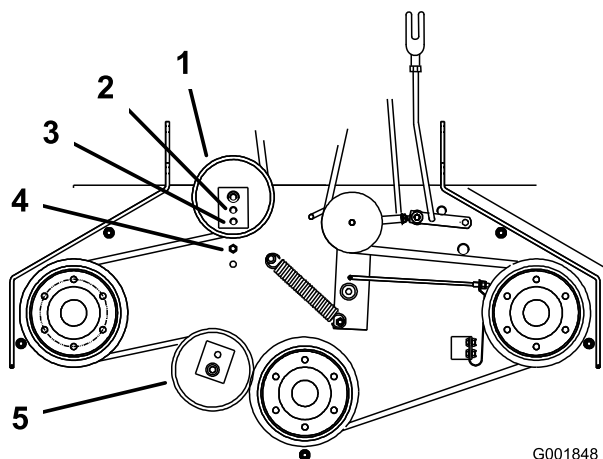

Figure 40
6. S'il n'est plus possible de régler le tendeur et que la courroie est encore détendue, il faut alors repositionner la poulie de tension arrière dans le trou central ou avant (Figure 40). Utilisez le trou qui donnera le réglage correct.
7. Lorsque la poulie de tension est déplacée, le guide de courroie doit l'être également. Placez le guide de courroie à la position avant (Figure 40).